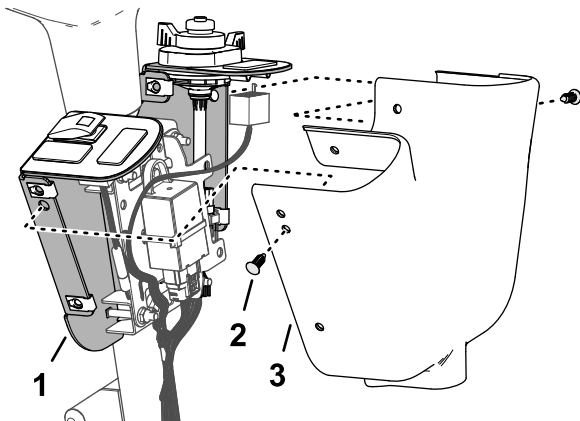

Figure 36
1. Alignez les trous du couvercle de commande et les trous du support du commutateur (Figure 36).
2. Utilisez les trous intermédiaires pour fixer le couvercle sur le support avec 2 fixations enfichables, comme montré à la Figure 36.